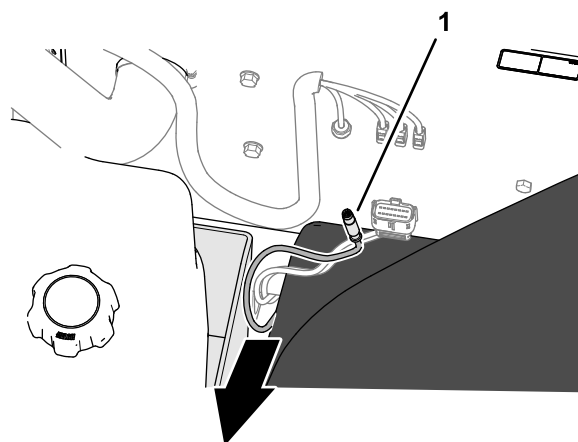

Figura 163
7. Enrute el cable de datos del módem por el arnés de alimentación del módem (Figura 163), saliendo por el lado derecho de la máquina, y entre el soporte del depósito de combustible y el guardabarros delantero derecho.